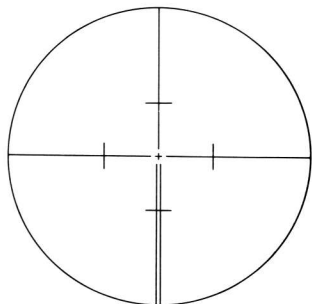

Bild 3 Fadenskreuz
Das Fernrohrkular (10) ist fokussierbar und hat eine Dioptrienteilung, so dass der Beobachter das Fadenskreuz (Bild 3) sofort entsprechend seinem Auge einstellen kann. Um das Okular leicht gegen andere Okulare auswechseln zu können, ist es mit einem Bajonettring (12) befestigt. Für die optische Distanzmessung hat das Fadenskreuz Distanzstriche 1:100. Zum Scharfeinstellen des Fernrohrbildes dient der Fokussiering (13) mit Grob-Fein-Trieb.
Für tachymetrische Aufnahmen, also die Kombination von Richtungs-, Distanz- und Höhenmessung genügt meist die Messung in Fernrohrlage I. Das Fernrohr ist mit Distanzstrichen versehen, mit deren Hilfe man die Entfernung nach einer vertikal aufgestellten Latte messen kann (Bild 3). Man liest nacheinander die Latte am unteren ( $A_1$ ) und oberen ( $A_2$ ) Distanzstrich ab. Die Differenz der beiden Ablesungen ( $A_2 - A_1$ ), in Zentimetern, entspricht bei horizontaler Visur der Distanz vom Instrument zur Latte, in Metern (Multiplikationskonstante 100). Bei geneigten Visuren liest man auch den Vertikalkreis ab (nur in Lage I) und berechnet die Horizontalabstand wie folgt: